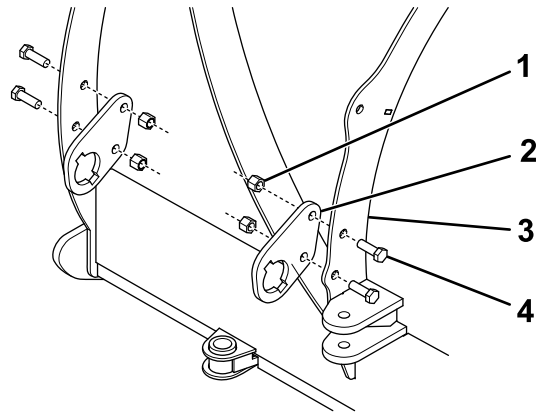

Figure 5
9. Fixez légèrement les supports de nervures de la lame chasse-neige à l'aide de 4 boulons (1/2 po) et contre-écrous (Figure 5).